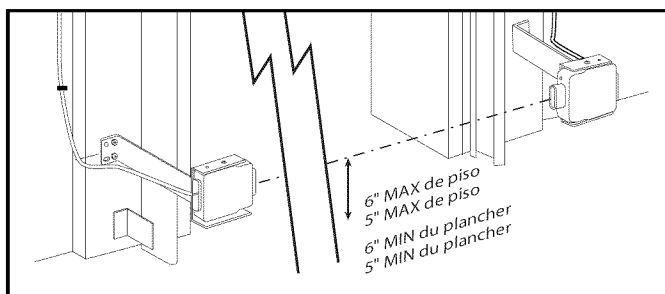

FIG. 5-4 Verifique la alineación del Safe-T-Beam®.
Verifique la alineación del Safe-T-Beam® (Fig. 5-4).
- Asegúrese de que los topes de las lentes estén entre 5" y 6" arriba del piso (Fig. 5-4). Los soportes son flexibles y se pueden ajustar ligeramente si es necesario.
Vérifier l'alignement du Safe-T-Beam® (Fig. 5-4).
- S'assurer que la partie supérieure des lentilles se trouve entre 12,5 et 15 cm au-dessus du sol (Fig. 5-4). La flexibilité des supports permet de les ajuster en les courbant légèrement, le cas échéant.